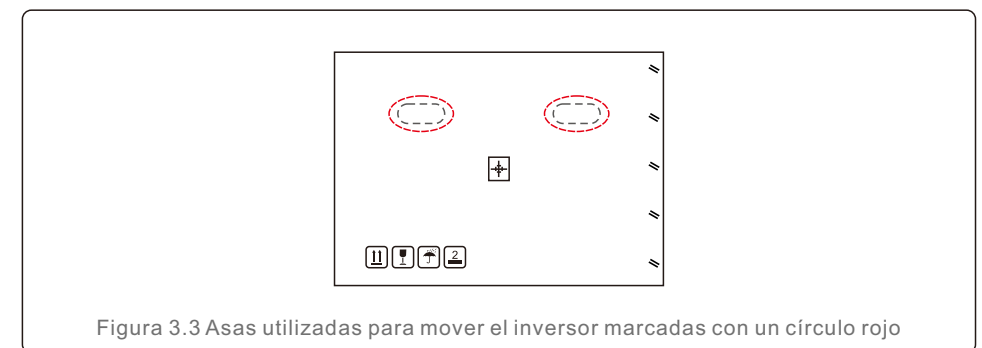

Figura 3.3 Asas utilizadas para mover el inversor marcadas con un círculo rojo
1. Los círculos rojos que aparecen a continuación indican recortes en el envase del producto. Empuje los recortes para formar asas para mover el inversor (véase la figura 3.3).